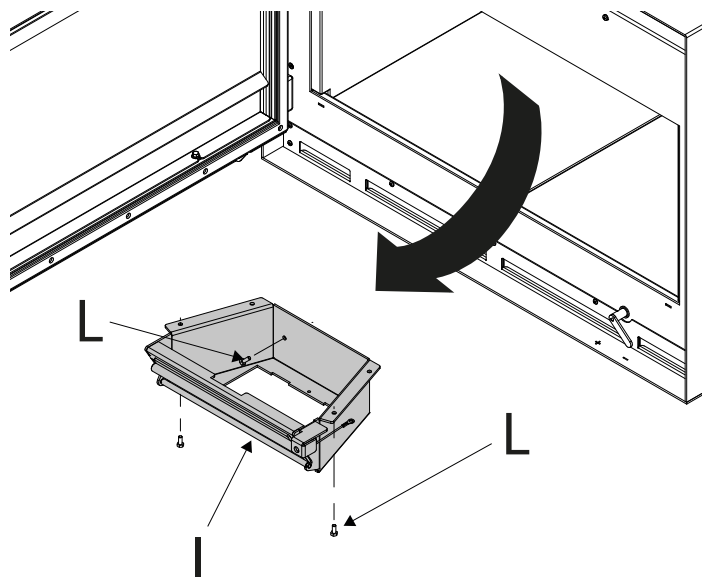

Fig. 9.2.4
- Retirer le casier à fumée I en agissant sur les quatre vis (deux à l'avant et deux à l'arrière) L (Fig. 9.2.4)